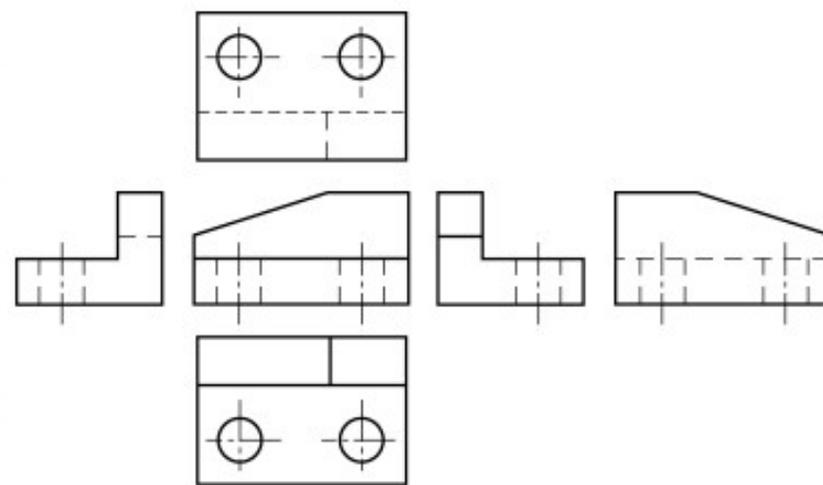

图 4-3 基本视图的配置关系
- ❖ 投影面展开后，各视图之间仍然保持“长对正、高平齐、宽相等”的投影规律。按如图 4-3 所示配置时，不标注视图的名称。
- ❖ 六个基本视图若不能按图 4-3 所示的位置配置，国家标准还规定了可以自由配置的视图称为向视图。